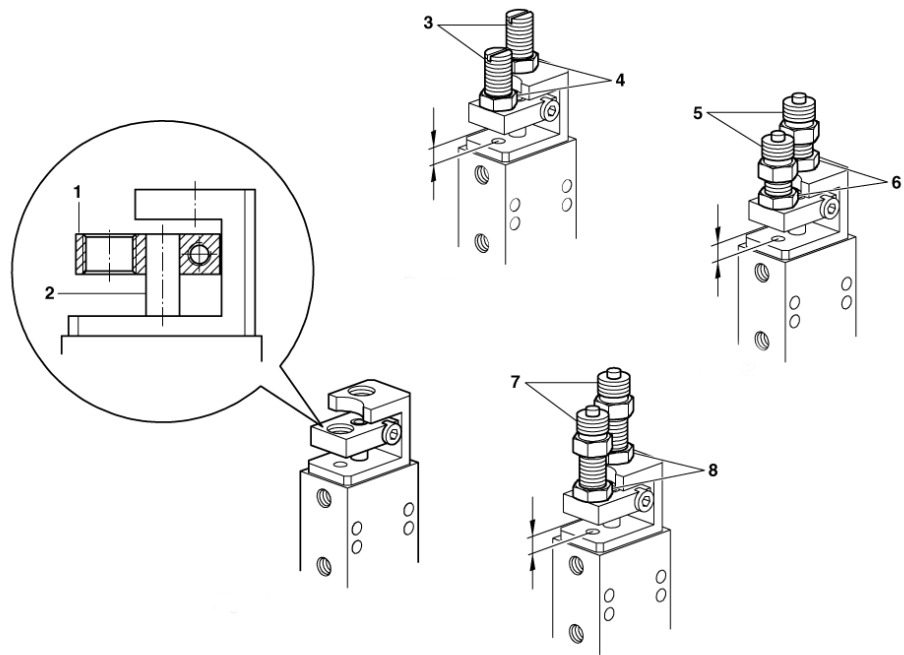

Abb. 18 Hubeinstellung der Greifer
Wurde das GMQ auf innenspannend um- oder die Feder ausgebaut, muss der Hubanschlag (1) wieder fest und bündig mit der Kolbenstange (2) verbunden werden (Abb. 18).